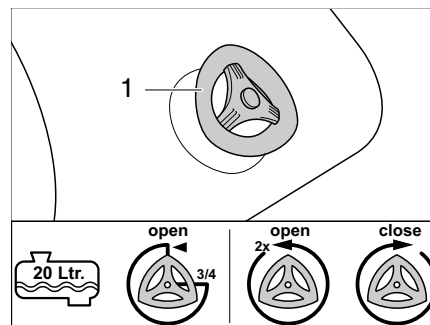

Fig. 351 Rubinetto di scarico
- Pieno per 1/2 o meno: ruotare il rubinetto di scarico (Fig. 351,1) di 3/4 di giro in senso antiorario. L'acqua fuoriesce.
- Pieno per 3/4 o più: ruotare il rubinetto di scarico (Fig. 351,1) di 2 giri in senso antiorario. L'acqua fuoriesce.
- Chiudere il rubinetto di scarico (Fig. 351,1) in senso orario.